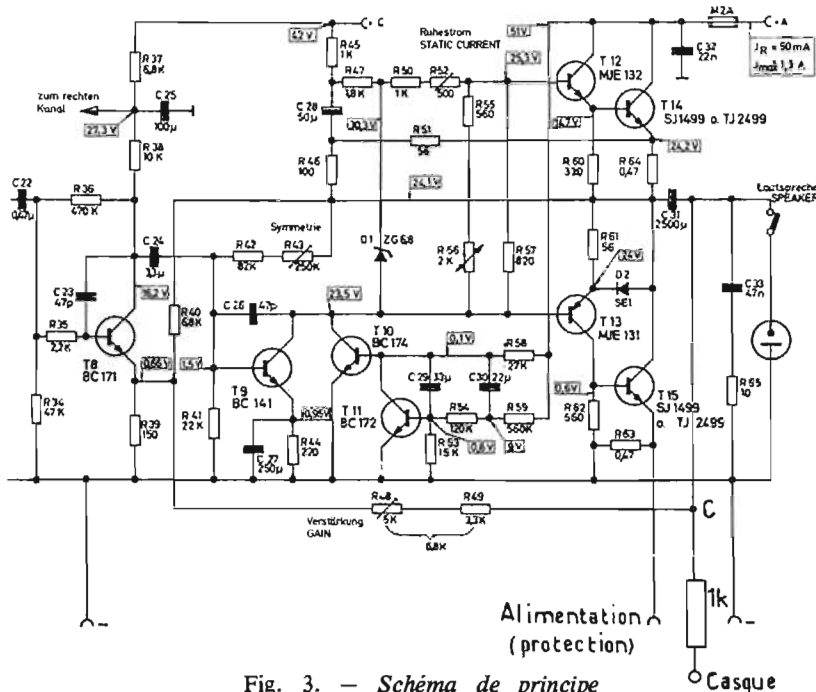

Fig. 3. — Schéma de principe d'un canal amplificateur-final.
b) Les amplificateurs de puissance : Huit transistors sont utilisés sur chaque canal, pour l'amplification en puissance. Un schéma de principe est donné, en figure 3, reproduisant l'un de ces circuits.